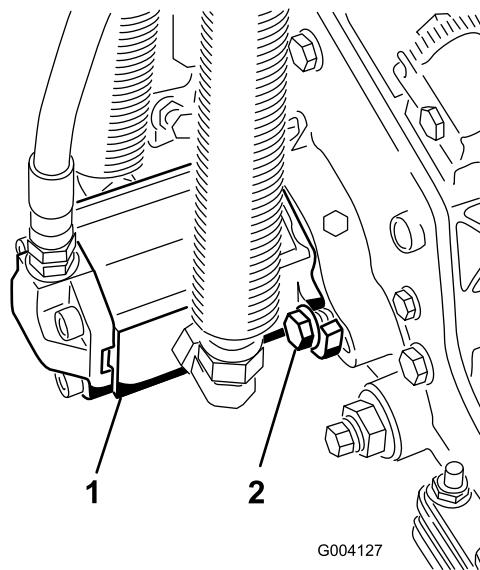

Figure 20
- Montez le moteur en le tournant dans le sens horaire jusqu'à ce que les brides passent les vis (Figure 20). Tournez le moteur dans le sens antihoraire jusqu'à ce que les brides encerclent les vis, puis serrez les vis.